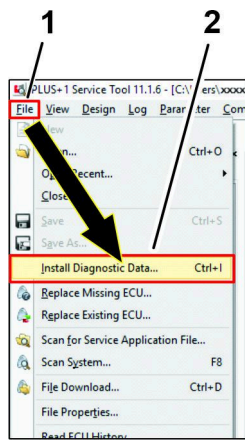

図 47
1. ファイルアイコンをクリックし、ドロップダウン リストで診断データのインストール...アイコン(図 47). をクリックする。